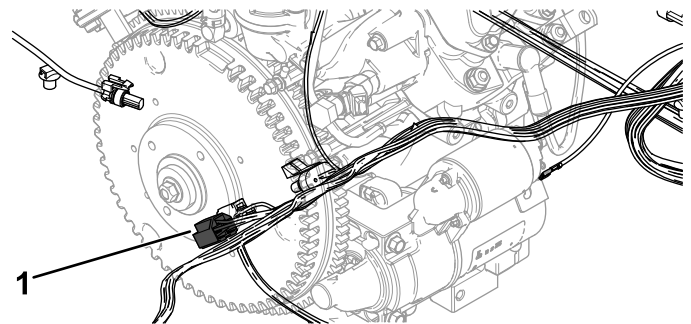

Figure 16
2. Branchez le faisceau de câblage de l'alternateur au faisceau du moteur (Figure 16).